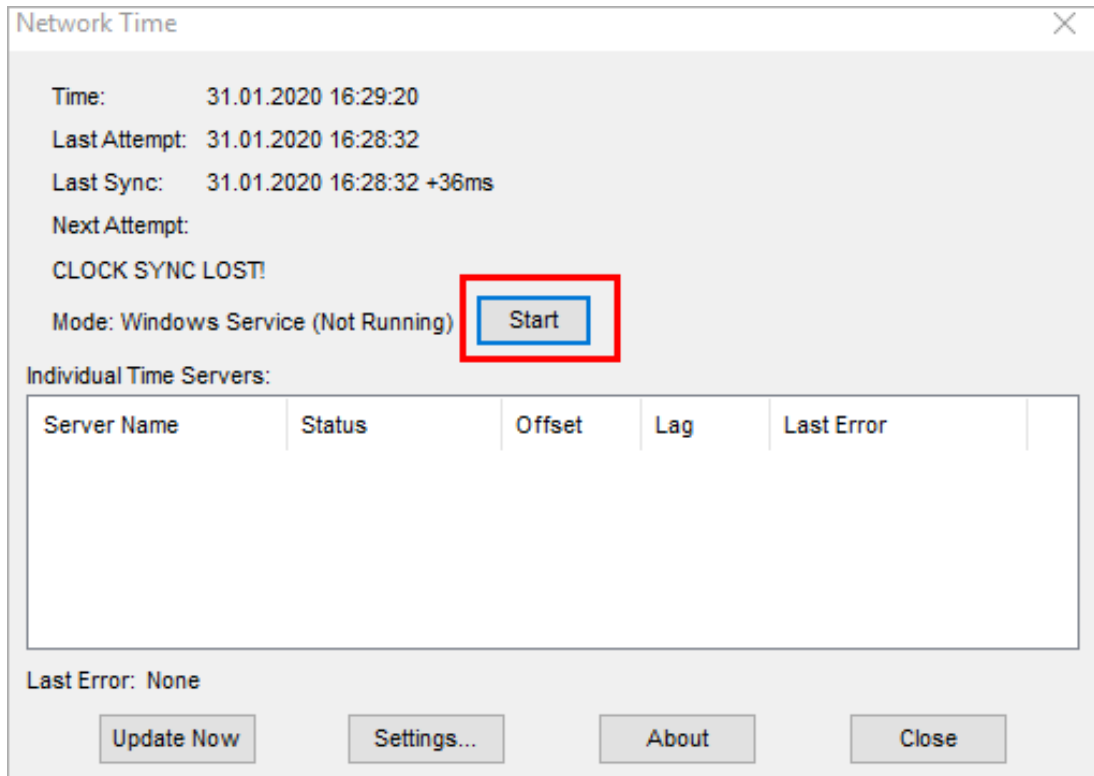

Рисунок 73 - Старт NetTime
7. Нажмите **Stop**, затем нажмите **Start** (Рисунок 73).